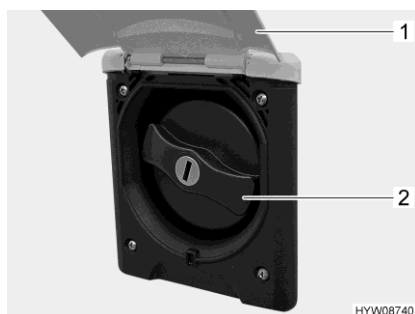

Fig. 128 Couvercle de fermeture (bec de remplissage d'eau potable)
- Basculer le portillon extérieur (Fig. 128,1) vers le haut.
- Tourner le couvercle de fermeture de couleur bleue (Fig. 128,2) d'un quart de tour.